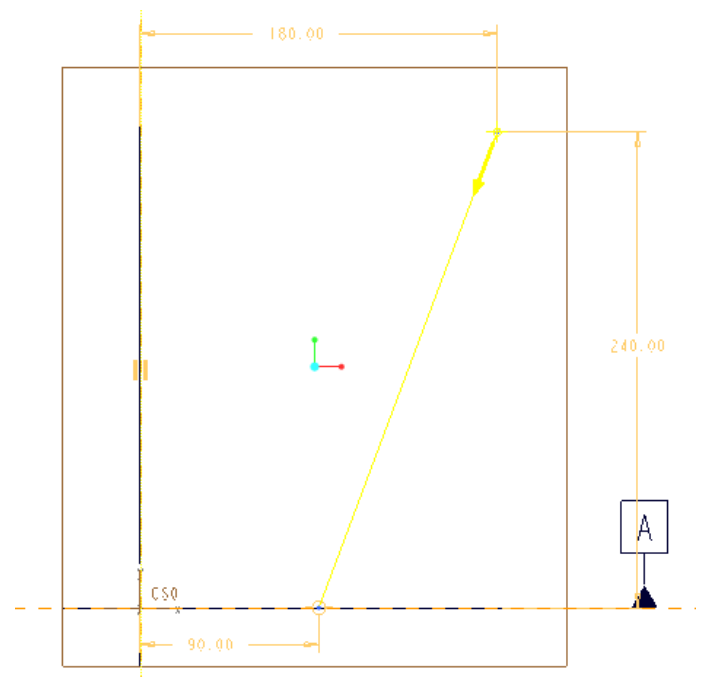

図 16.6 垂直中心線とプロファイル線のスケッチ
- 3) 次に「直線」ツールを使用して垂直線を描いて、「高さ」と「直径」を設計値、高さ 240、半径 180 (直径 360)、半径 90 (直径 180) と入力する。(図 16.6)